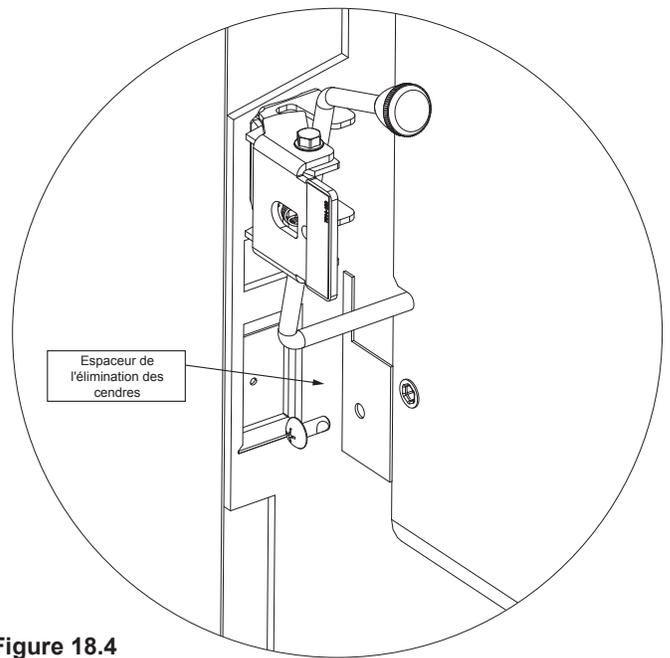

Figure 18.4
3. Installez l'espaceur ARS sur le côté gauche à l'aide d'un boulon et le tournevis cruciforme (Figure 18.4).
- Installez l'espaceur ARS sur le côté gauche à l'aide d'un boulon et le tournevis cruciforme (**Figure 18.4 à la page 18**).